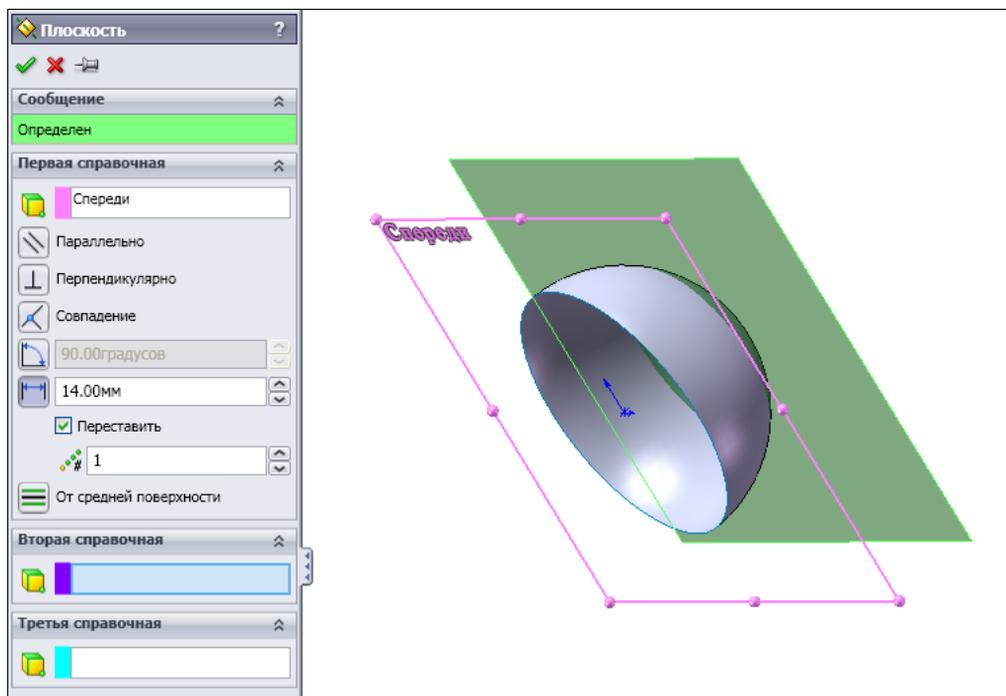

Рис. 2.118
3. Для построения основания кнопки необходимо создать плоскость, параллельную плоскости Спереди и отстоящую от нее на 14 мм. Обратимся к меню **Вставка | Справочная геометрия | Плоскость** (рис. 2.118).